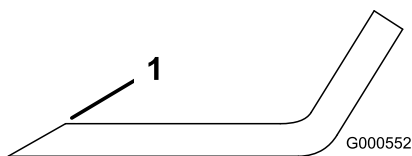

Figure 66
1. Au moyen d'une lime, aiguisiez les tranchants aux deux extrémités de la lame (Figure 66).
**Remarque:** Si la lame est déséquilibrée, limez un peu l'extrémité de l'ailette seulement (Figure 66).